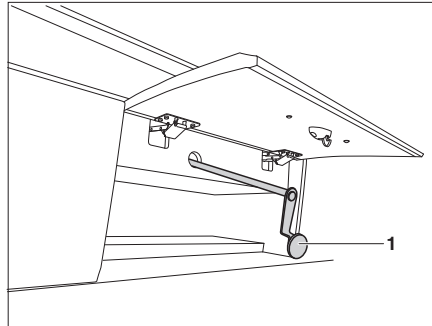

Bild 160 Notbedienung für elektrisches Hubbett
- ▶ Bei Stromausfall kann das elektrische Hubbett auch mit einer Notkurbel (Bild 160) bedient werden. Diese befindet sich hinter einer Staufach-Klappe.